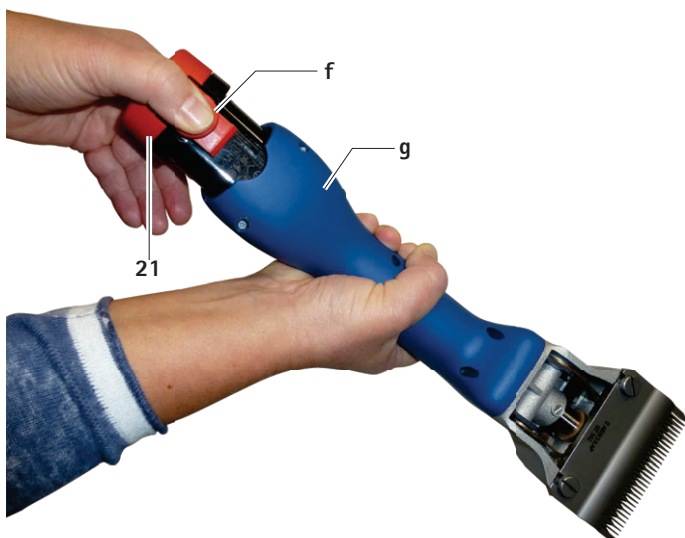

Fig. 1
- Tenir la tondeuse à accu g tête de tonte vers le bas, de façon à ce que l'accu Li-ion 21 ne tombe pas lors du déverrouillage, voir Fig. 1.